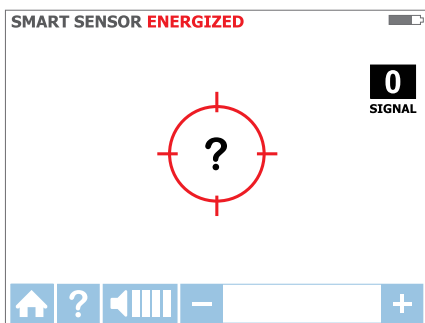

Figura 3.1c
3. Segure o receptor com o Sensor Inteligente na parte traseira da unidade de frente para a área de destino. Se a tela piscar um "?" em um alvo vermelho, então nenhum sinal é detectado. Mova o Sensor Inteligente mais perto do alvo até que seja detectado o sinal e você veja uma seta direcional. Se nenhum sinal for detectado aumente a sensibilidade utilizando o botão "+" no receptor. (vide Figura 3.1c)*